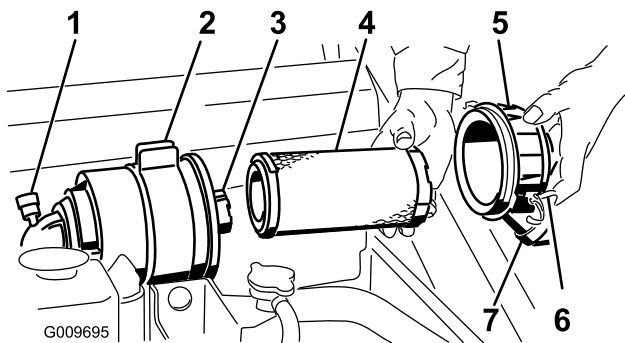

Figura 32
Importante: Revise el filtro del limpiador de aire únicamente cuando el indicador de mantenimiento se ve rojo (Figura 32). El cambiar el filtro antes de que sea necesario sólo aumenta la posibilidad de que entre suciedad en el motor al retirar el filtro.
4. Abra los cierres del limpiador de aire y tire de la tapa del limpiador de aire para separarla de la carcasa del limpiador de aire (Figura 32).
- Si va a cambiar el filtro de seguridad, deslice cuidadosamente el filtro nuevo en el cuerpo del filtro (Figura 32).
- Deslice cuidadosamente el filtro primario por encima del filtro de seguridad (Figura 32). Asegúrese de que está bien asentado empujando sobre el borde exterior del filtro mientras lo instala.
- Instale la tapa del limpiador de aire con el lado que lleva la palabra UP hacia arriba, y fije los cierres (Figura 32).
- Extraiga con cuidado el filtro primario del cuerpo del limpiador de aire (Figura 32). Evite golpear el filtro contra el lado de la carcasa.